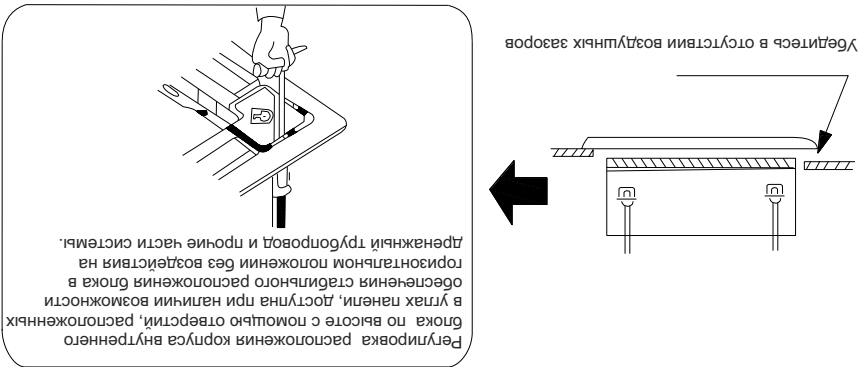

Рис. 4.34
- (3). Если зазор между потолком и декоративной панелью сохраняется после закручивания винтов отрегулируйте высоту внутреннего блока. (Рис. 4.34)